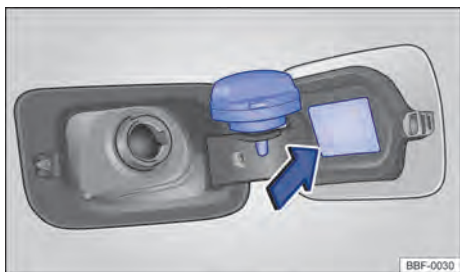

Fig. 149 Portezuela del depósito de combustible abierta con el tapón de cierre del depósito de combustible colgado.
- Retire la tapa del tanque girándola hacia la izquierda y encájela en el soporte en la portezuela del tanque → fig. 149.